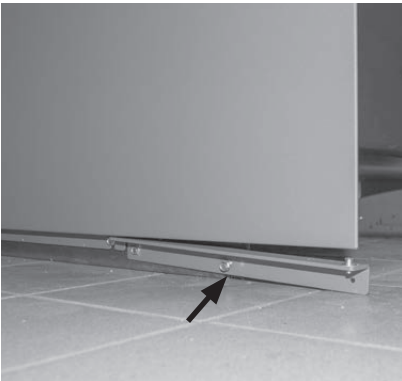

Fig. 64 Cardine dapprima avvitato appena
- Il cardine inferiore deve essere avvitato appena – Fig. 64.